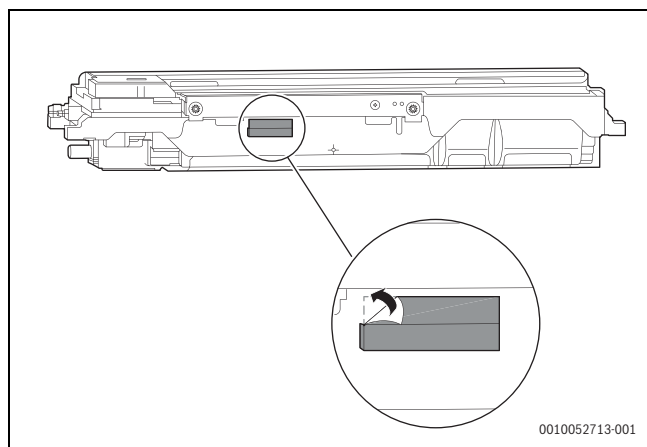

Fig. 2
2. Attacher deux boîtiers de plaques d'adaptation et les fixer à l'aide de deux bandes double face (fig. 2).